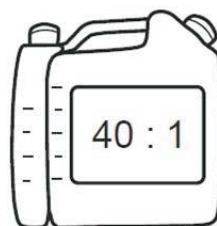

Fig. 7
- > Mélangez une essence ordinaire sans plomb et une huile à moteur de qualité pour les moteurs à 2 temps refroidi par l'air dans un récipient approprié (Fig. 7). Remplissez la moitié de la quantité d'huile à être utilisée dans le récipient. Ajoutez ensuite la quantité entière d'huile et secouez le mélange de carburant préparé. Ajoutez la quantité restante d'essence. Mélangez bien le mélange avant de remplir le réservoir avec.